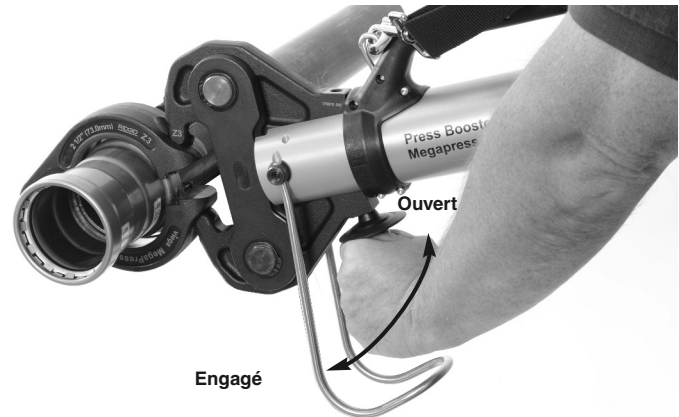

Figure 3 – Engagement des tétons de l'actionneur dans les évidements de la bague
3. Ramenez la poignée du Press Booster vers vous pour ouvrir l'actionneur. Engagez ses tétons de mâchoire dans les évidements de la bague de sertissage (Figure 3). Poussez la poignée du Press Booster en avant, tout en vous assurant que les tétons restent logés dans les évidements de la bague. Ne tentez pas de pendre l'outil par la bague de sertissage. L'outil pourrait tomber soudainement et causer des blessures potentiellement mortelles.